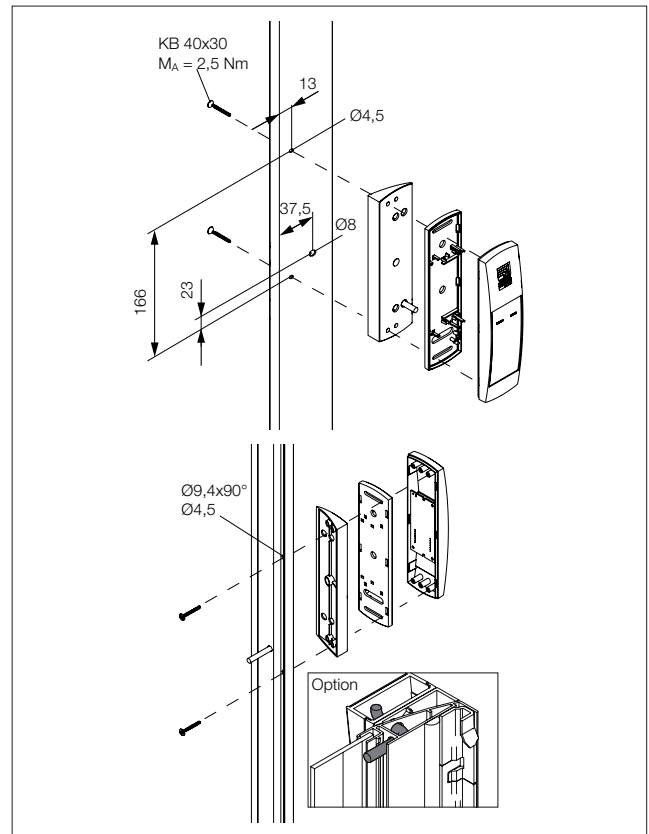

Abb. 4: Montage Sichttür VX IT, belüftete Tür VX IT
- Sehen Sie die Bohrungen an der gewünschten Stelle am Rahmen der VX IT-Sichttür mit den entsprechenden Maßen vor (Abb. 4).